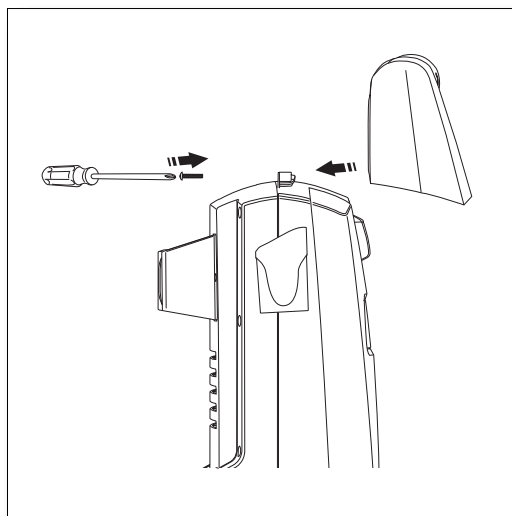

Fig. 1
- Installez la poignée à la BLUE CLEAN POWER WASHER (**Fig. 1**). Insérez les vis dans les trous prévus sur la BLUE CLEAN POWER WASHER et la poignée, vissez-les ensemble. N'utilisez pas de tournevis à moteur. Lorsque la vis est complètement serrée, continuer à tourner légèrement. Ne pas trop serrer.